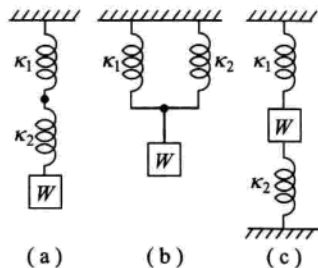

图 2
(2) 弹簧并联如图 2 的(b)图和(c)图所示,两个弹簧并联后的弹簧常数如下式所示